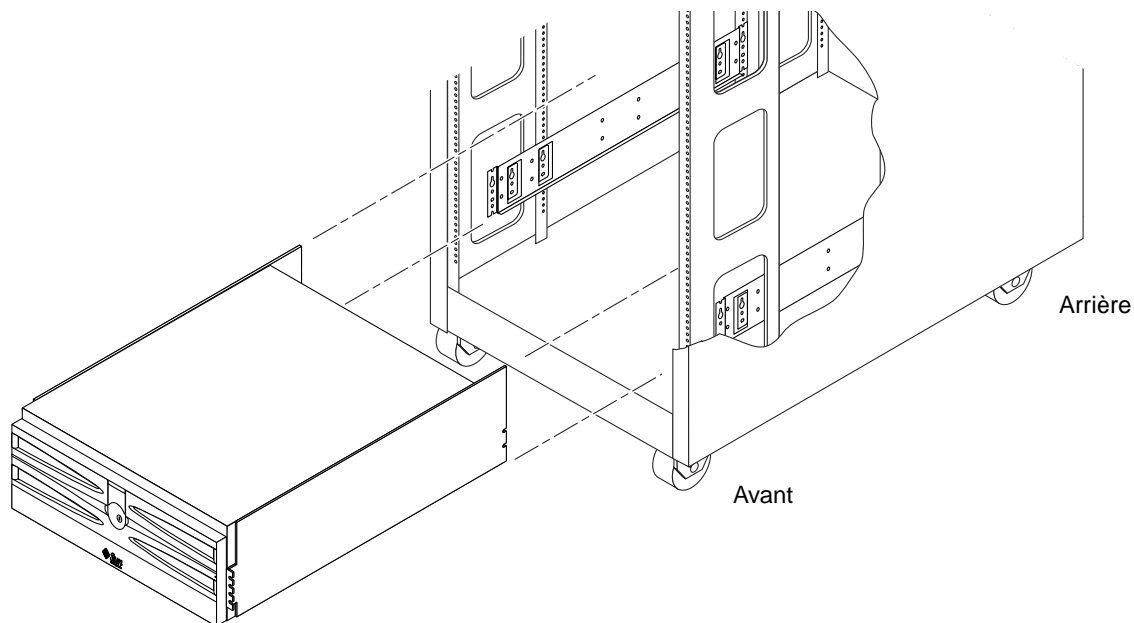

FIGURE 6 Alignement du plateau de montage avec les supports de montage
3. Alignez le plateau de montage avec les supports de montage dans l'armoire (FIGURE 6).